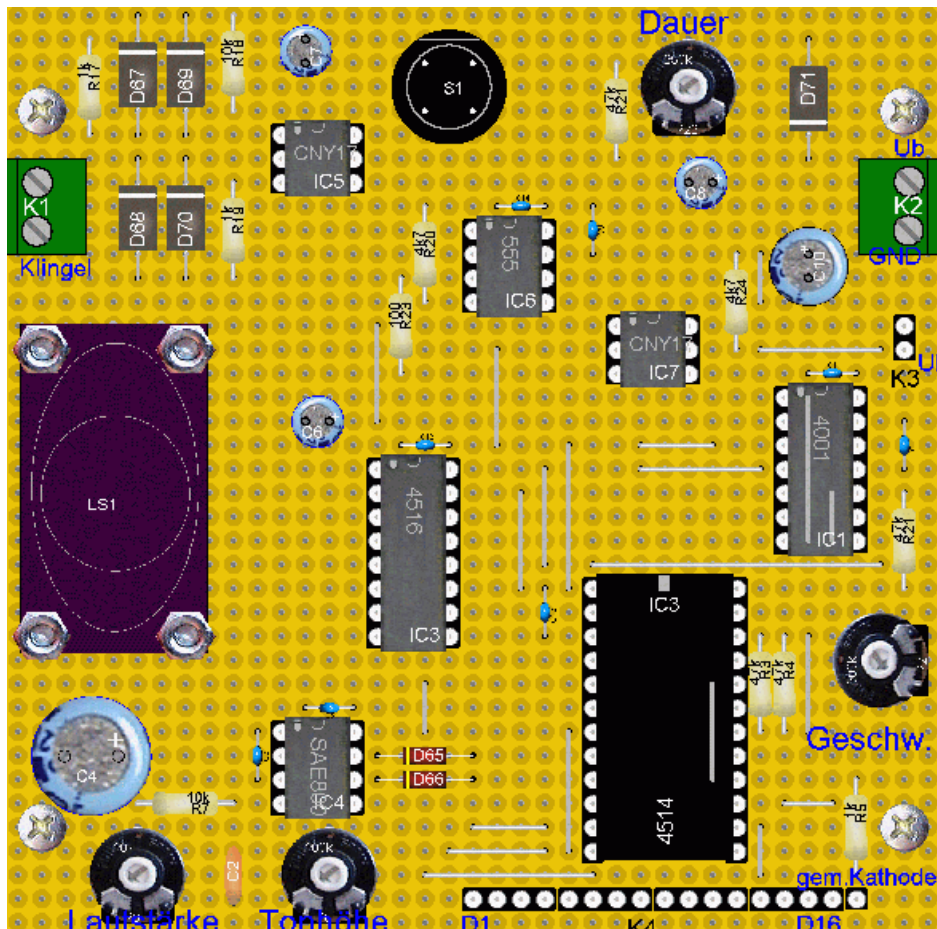

Bild 4: Lochrasterplatine (Bauteilseite)
Die Lochrasterplatine (Punktraster, Rastermass 2,54 mm) auf eine Größe von 100 x 100 mm zuschneiden und die geschnittenen Seiten abschleifen. (Die Lochrasterplatine beinhaltet 39 mal 39 Lötunkte). Die Löcher für die Befestigung der Platine im Gehäuse (die äußeren 4 Löcher nach Bild 4) und für die Befestigung des Lautsprechers mit einem 3-mm-Bohrer bohren.
Beginnend mit den 21 Drahtbrücken die Bestückung nach Bild 4, Stückliste (Anhang C) und Schaltplan (Anhang A) beginnen, wobei zunächst nur die Bauteile angelötet werden, diese jedoch noch nicht verdrahtet werden. Das verdrahten erfolgt erst wenn alle Bauteile angelötet sind. Die nach dem anlöten überstehenden Anschlüsse mit einem kleinen Seitenschneider entfernen. Die 3 Drahtbrücken unter den ICs 1 und 3 nicht vergessen!
- Dioden D65 und D66 (1N4148): **Achtung:** Polarität beachten, die (schwarzen) Ringe müssen zum IC 4 zeigen (siehe Bild 4)
- Dioden D67 bis D71 (1N4001): **Achtung:** Polarität beachten! (siehe Bild 4)
- Elkos C4, C6, C7, C8 und C10: **Achtung:** Polarität beachten! (siehe Bild 4)
- Einbaubuchse (Schritt 3) an Klemme K2 anschließen. Steckernetzteil auf 12 Volt einstellen und mit einem passendes Gegenstück anstecken. Steckernetzteil am Netz anstecken. Mit einem Mutimeter die Spannung an Klemme K2 messen. Diese muss etwa 12 V betragen. Auf das Vorzeichen achten. Bei Falschpolung den Steckeneinsatz umstecken, oder die Verbindungsdrähte zwischen Einbaubuchse und Klemme K2 überprüfen und ggf. korrigieren. (siehe auch Bild 4). Bei korrekter Betriebsspannung die Spannung am z.B. IC1 an den Pins 7 (GND) und 14 (Ub) messen. Wird hier (bei angestecktem Netzteil) keine, oder eine grob abweichende Spannung gemessen, so liegt ein Bestückungs- und/oder Verdrahtungsfehler vor, der unbedingt gefunden und beseitigt werden muss.
- IC 6 (555) und IC7 (CNY 17) einsetzen.